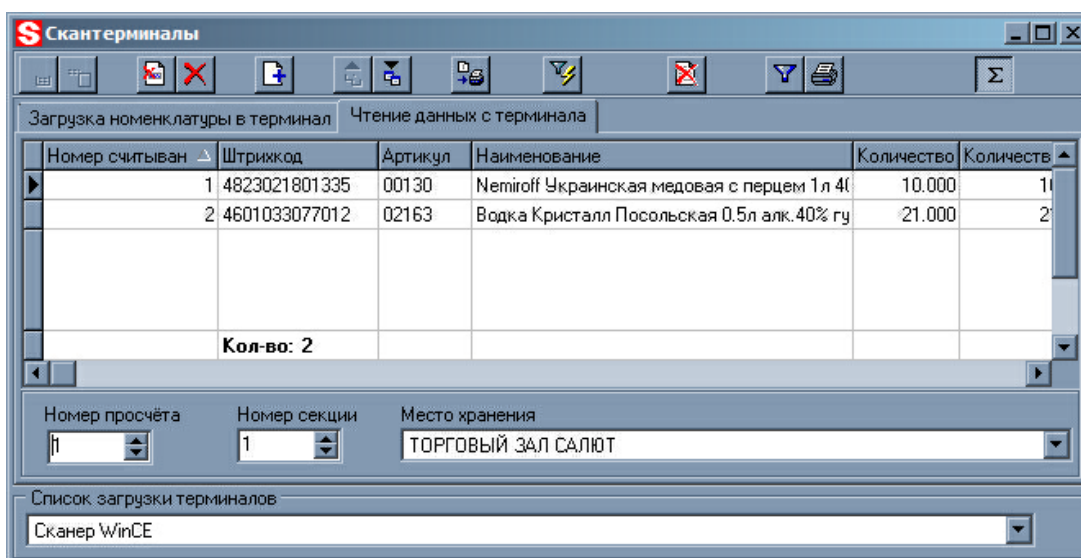

Рис. 3
1. Считывает данные из памяти скантерминала. Скантерминал должен быть настроен для работы по методу трёхразового подсчёта: в окне *СКАНТЕРМИНАЛЫ* на вкладке *Чтение данных с терминала* должны быть поля для ввода номера подсчёта, номера участка счёта (секции), места хранения (см. рис. 3).